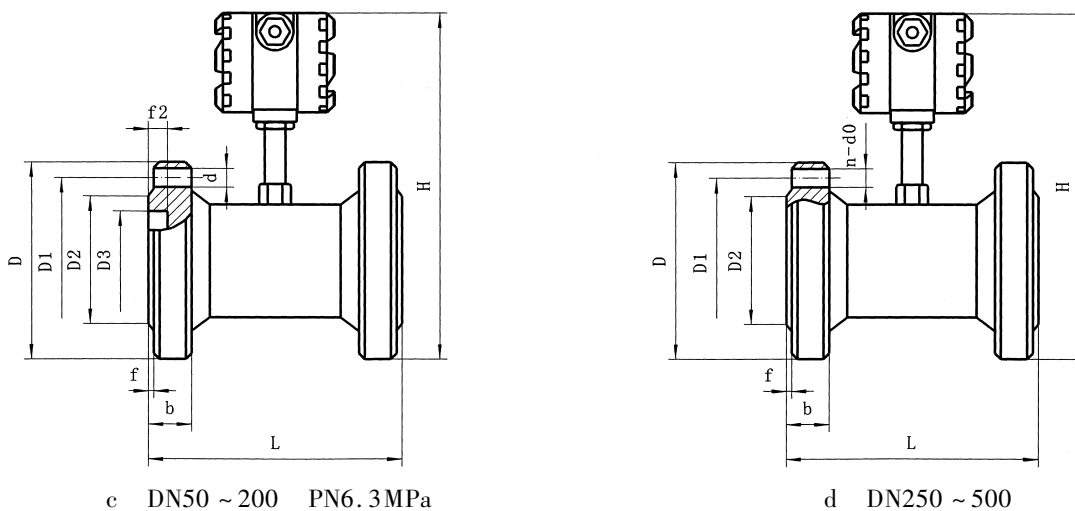

图 7 LWGY 型及 LWGQ 型涡轮传感器外形图
4.1 LWGY 型及 LWGQ 型传感器外形及尺寸(图 7 和表 6)